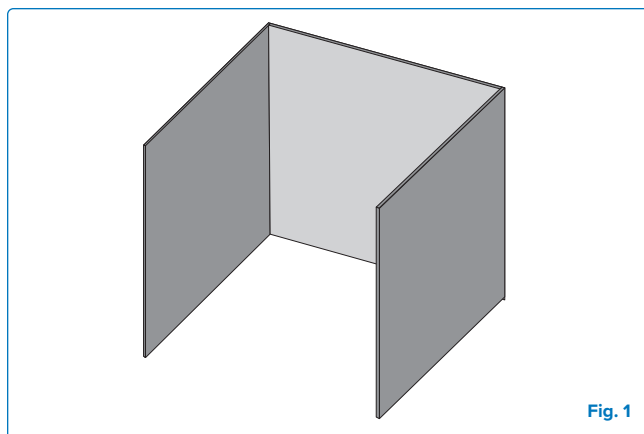

Fig. 1
- Een apparaat wordt als buiten beschouwd als het wordt geïnstalleerd met beschutting die niet meer omvat dan muren aan drie zijden, maar zonder bovenafdekking. **(Fig 1)**